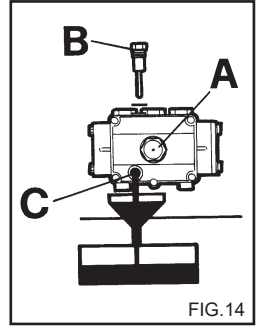

FIG. 14
- 2) Irrota korkki mittatikulla (Fig. 14).